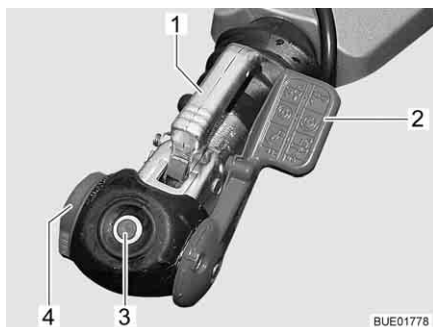

Fig. 3 Accouplement de sécurité AKS 1300
- Soulever complètement le levier de stabilisation (Fig. 3,2).
- Tourner à fond la molette de réglage (Fig. 3,4) vers la position d'ouverture.
- Tirer la poignée d'attelage (Fig. 3,1) vers le haut.
- Effectuer un contrôle visuel : Le cylindre vert de l'indicateur de sécurité (Fig. 3,3) doit être allumé.